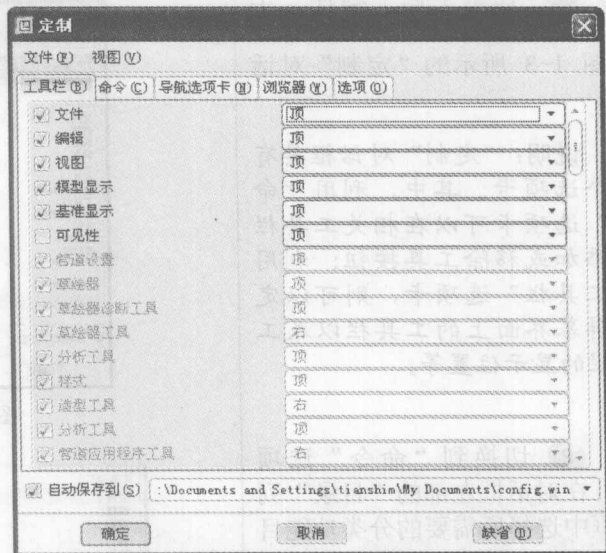

图 1-6 “定制”对话框的“工具栏”选项卡
④ 如果要移除用户界面相关工具栏中的某一个工具按钮，则可以在此时将鼠标光标移至该工具按钮处，按住鼠标左键将其从工具栏中拖出，然后释放鼠标左键即可。
⑤ 切换到“工具栏”选项卡，如图 1-6 所示。可以设置相关的工具栏是否出现在用户界面屏幕上，以及其在屏幕窗口的部位。
⑥ 选中“自动保存到”复选框，并设置定制信息的保存地址，保存的文件为 config.win。
⑦ 在“定制”对话框中单击“确定”按钮。